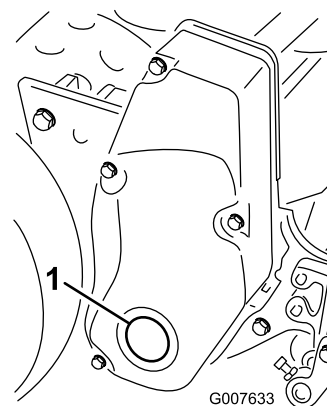

図 50
1. 右リール・ドライブ・カバーのフタ (図 50) を取る。